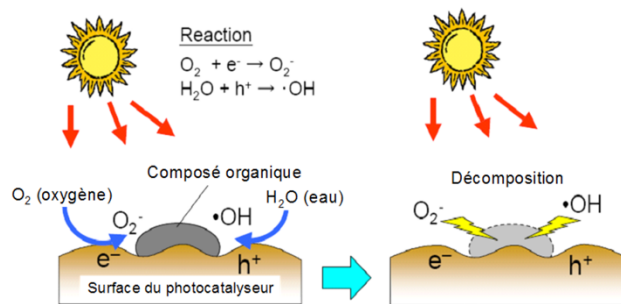

Abbildung 1 Materialabbau durch Photokatalyse
- Abbau von Oberflächenschadstoffen durch Oxidation organischer Substanz (Abbildung 1)